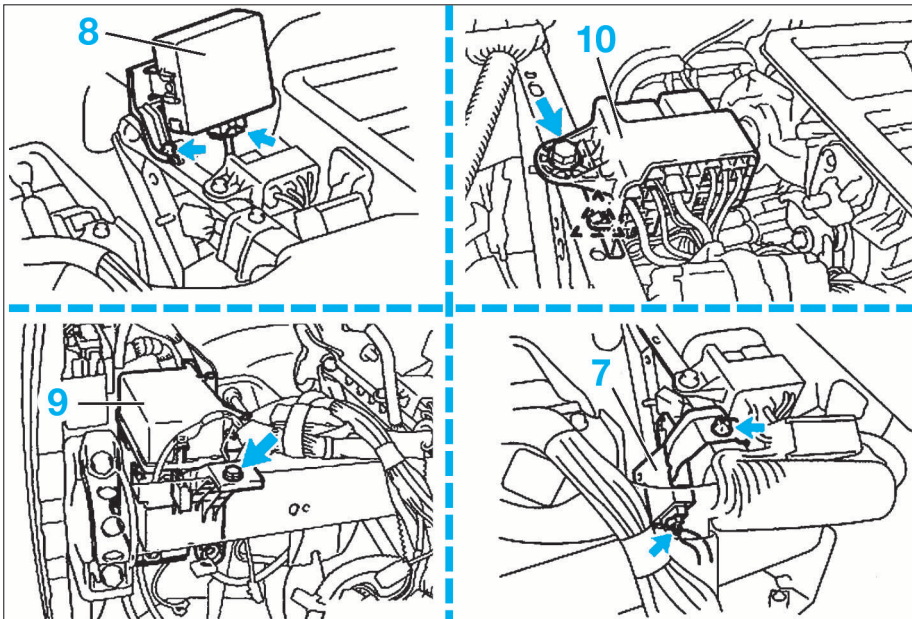
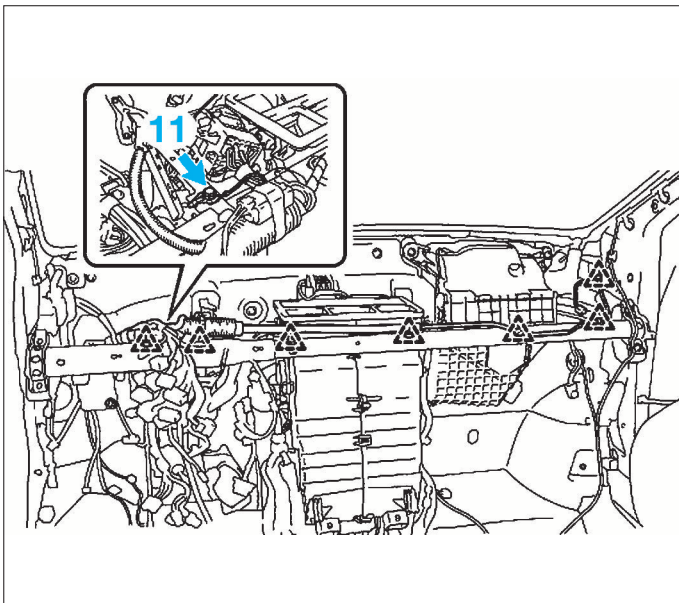

FIG. 11
FIG. 12
- Débrancher les connecteurs puis déposer dans l'ordre (fig. 11) :
- le module de transpondeur (7)
- le module de commande de portes (8)
- le porte-connecteur (9)
- le bloc relais (10) en veillant à libérer sa patte de maintien avec précaution.
- Déposer la vis de fixation (11) de la tresse de masse (fig. 12).